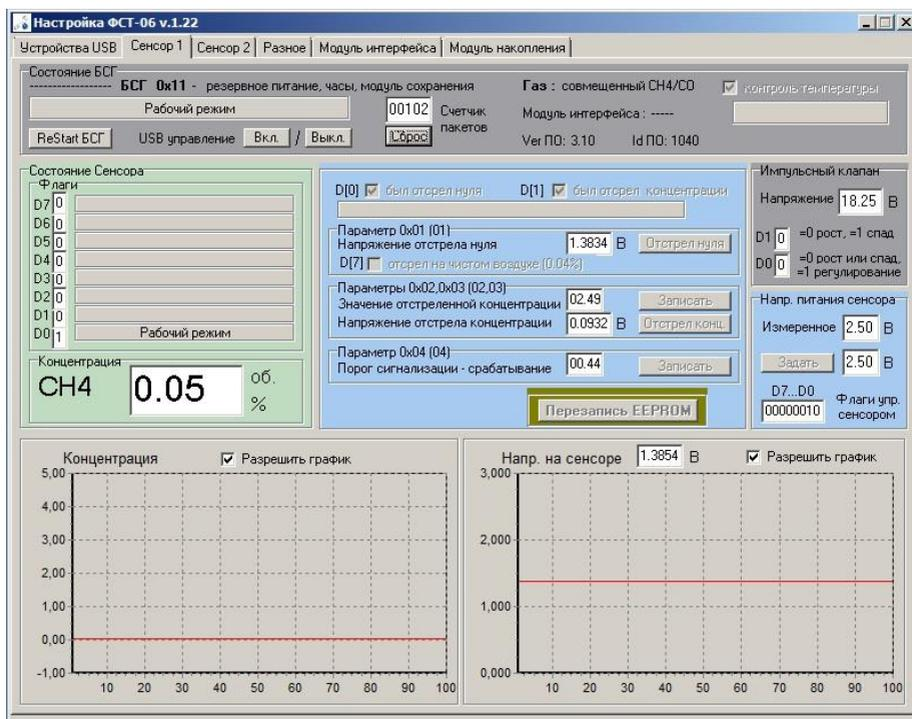

Рисунок. 8.2 Вид окна программы при подключении к БСГ
8.3. Если данное устройство БСГ ФСТ-06 в окне программы появляются другие закладки. Наибольшее число закладок при подключении БСГ ФСТ-06.1 CH4/CO: Сенсор 1 (CH4), Сенсор 2 (CO), Разное, Модуль интерфейсов, Модуль накопления. Вид окна программы для этого случая изображен на рис.8.2.
9.3. Предусмотрен следующий механизм идентификации встроенного ПО БСГ. Подключить БСГ к ПЭВМ под управлением ОС Windows и запустить программу ToolsFST06.exe. Номер версии ПО и цифровой идентификатор ПО отображается в любой из закладок программы, смотреть рис. 8.2 – 8.7.